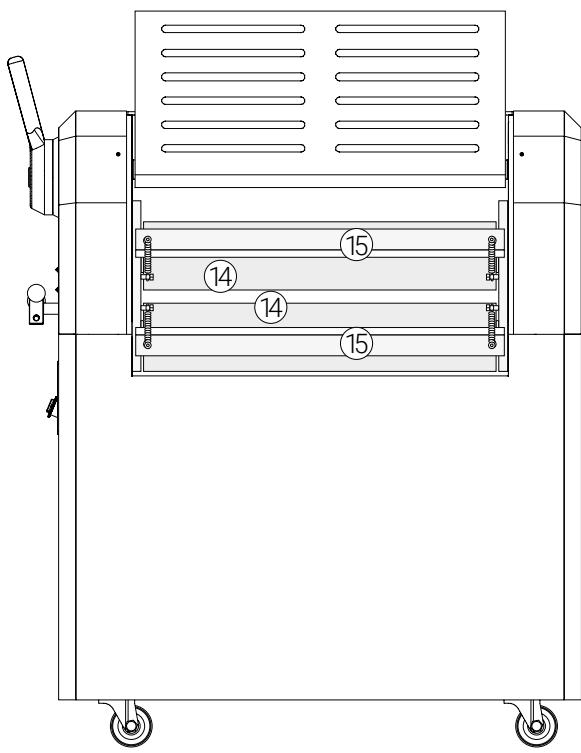
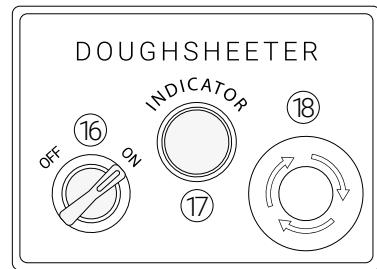

Рис. 2
Рис. 3
- ④ Защитная решетка. В поднятом положении блокирует работу машины, предотвращая возможность получения травмы оператором.
- ⑤ Съемная скалка для наматывания/разматывания теста в специальном креплении на конвейерном столе.
- ⑥ Механизм натяжения ленты.
- ⑦ Выдвижной лоток. Предназначен для предотвращения падения теста.
- ⑧ Телескопическая опора конвейерного стола. Фиксирует и удерживает конвейерные столы в рабочем и поднятом положении.
- ⑨ Транспортировочные колеса с механизмом фиксации.
- ⑩ Педали управления (опционально) для реверсивного движения конвейерной ленты. Дублирует назначение поз. 12.
- ⑪ Панель управления.
- ⑫ Рычаг управления реверсивного движения конвейерной ленты. Дублирует назначение опциональной поз. 10.
- ⑬ Рычаг регулировки зазора между раскатывающими валками с фиксирующейся ручкой. Служит для регулирования толщины раскатываемой заготовки.
5.1.2. Тестораскаточная машина. Вид А: рис. 2, панель управления: рис. 3 (может незначительно отличаться в зависимости от модификаций).